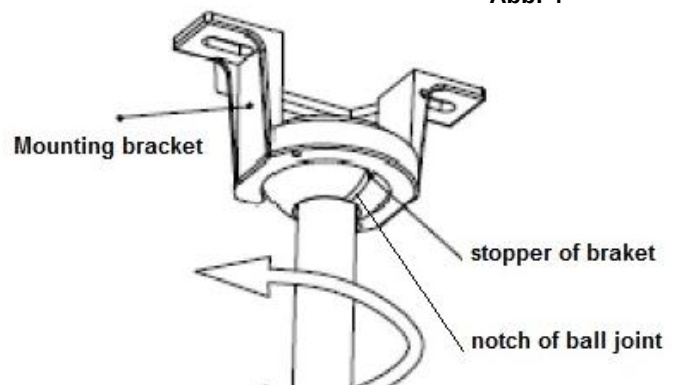

Abb. 5
6. Setzen Sie die vormontierte Haltestange an die Halterung an. Abb. 5